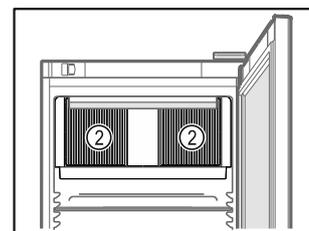

Fig. 72
- ❑ Mantenere libere le fessure di ventilazione Fig. 72 (2) della ventola di ricircolo nel vano interno.